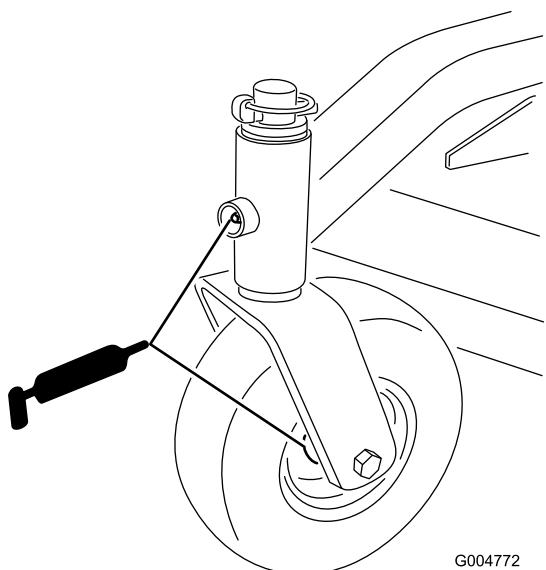

図 13
- キャスタスピンドルのブッシュ（図 13）
- キャスタホイールのベアリング（図 13）